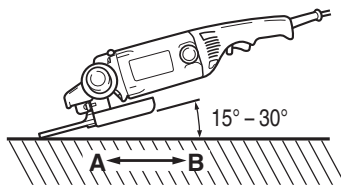

Fig. 3
Realice la operación de amoladura con el borde de la rueda levantando la amoladora de 15 a 30°, como se muestra en la Fig. 3.
5. Mueva la amoladora en el sentido apropiado. Cuando utilice una rueda de disco abombado nueva en el sentido A (Fig. 3), el borde de la rueda puede cortar la pieza de trabajo. En este caso, realice la operación de amoladura en el sentido B (Fig. 3). Cuando se haya gastado el borde de la rueda, la pieza de trabajo podrá amolarse en ambos sentidos.